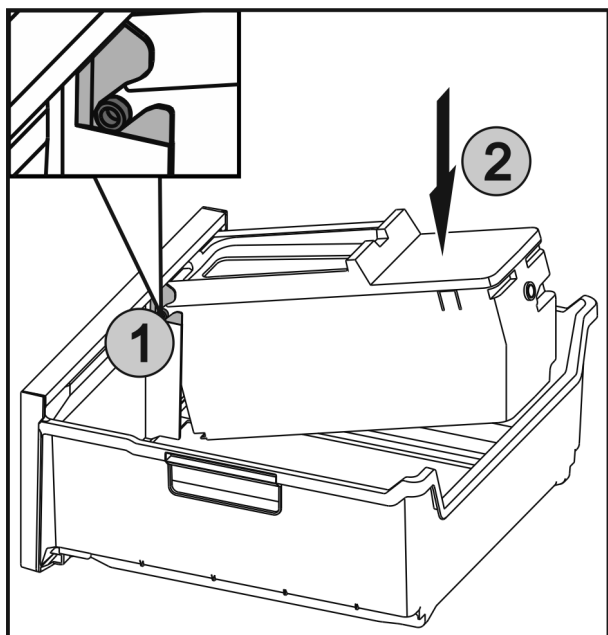

Fig. 54
- ▶ Skyv akslene Fig. 54 (1) på EasyTwist-Ice inn i sporene, og trykk bak Fig. 54 (2) helt til bøylene låses på plass.